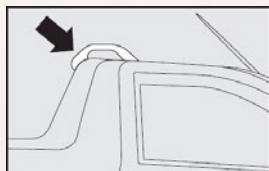

fig. 102
- Utilice el porta escaleras fig. 102 para apoyar y fijar correctamente los objetos más altos. En las versiones con cabina extendida y CC, levante antes los limitadores fig. 122 o A-fig. 123 (700 CC).